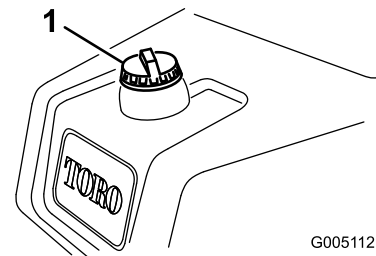

図 25
1. 燃料キャップ（図 25）の周囲をきれいに拭いてキャップ外す。